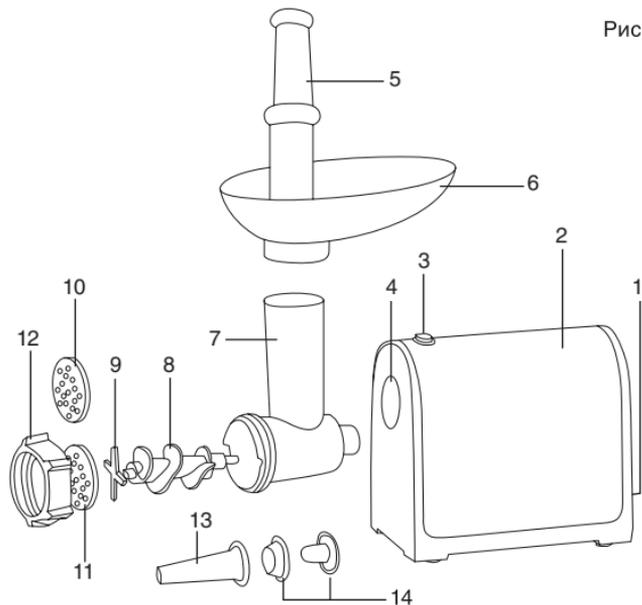

Рис.1
- Перед сборкой и первым использованием изделия промойте детали поз.(5-14) рис.1 теплой водой с небольшим количеством моющего средства.